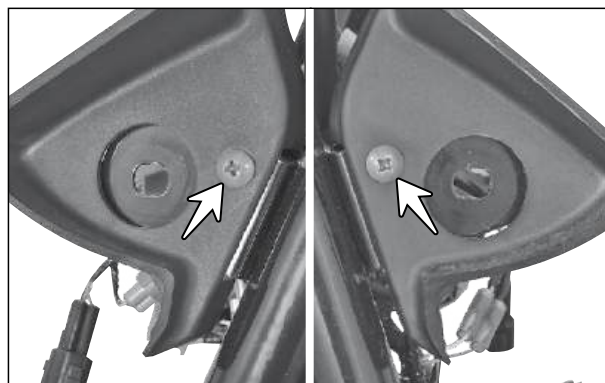

Fig. 6.45
- Remova os parafusos (setas) de fixação do alojamento do farol. (Fig. 6.45)
- Remova o parafuso (seta) de fixação do alojamento do farol no suporte. (Fig. 6.45)